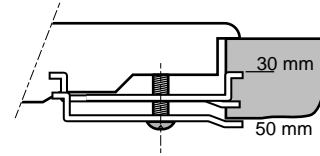

fig. 9
- **Alleen voor CKB 640:** Zet de bevestigingsbeugels vast (zie fig. 9).